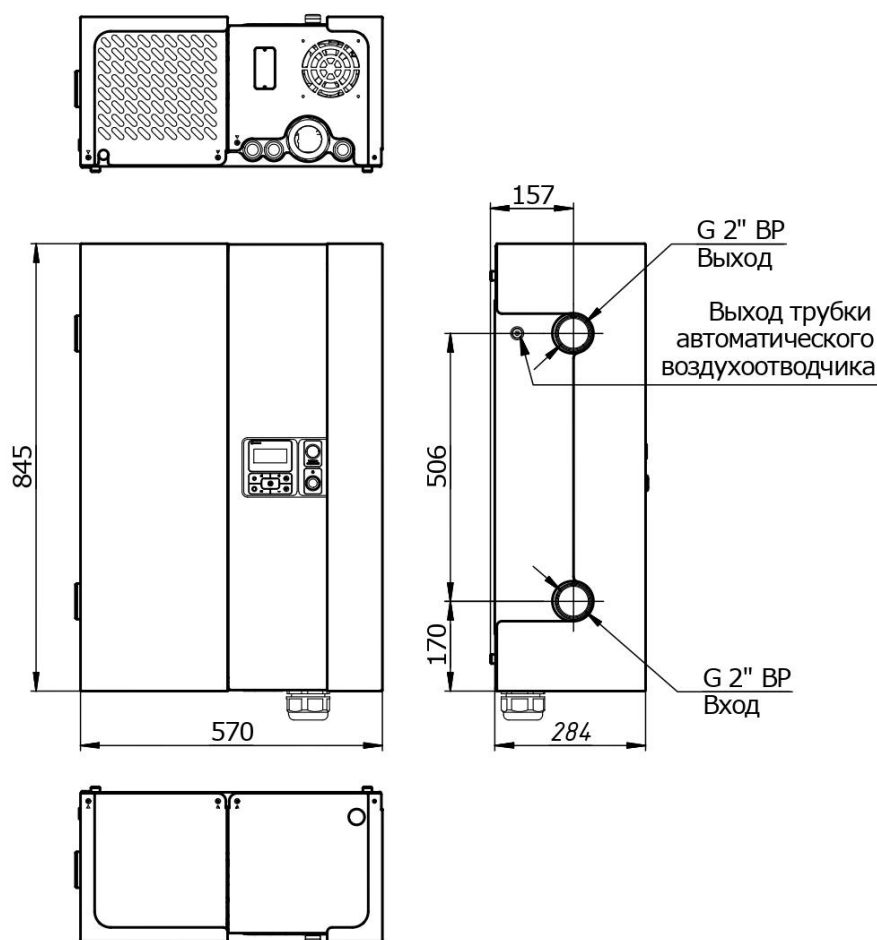

Рис. 1
4.1. Габаритные и присоединительные размеры электродкотла ЭНЕКО ПРОФЕССИОНАЛ показаны на рис. 1.